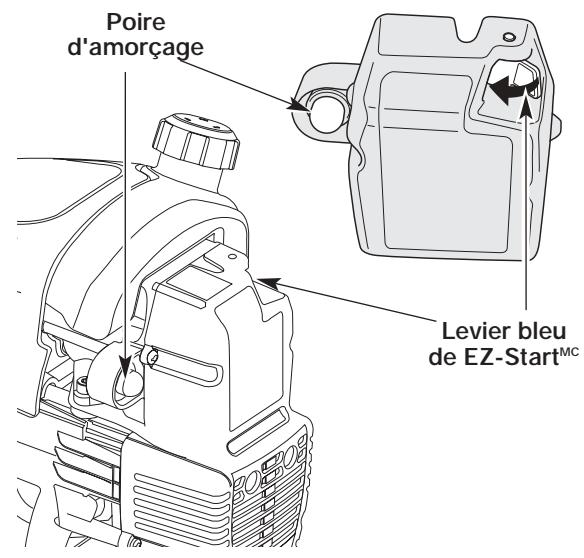

Fig. 17
- Pressez et relâchez la poire d'amorçage à 10 reprises, lentement. Une certaine quantité de carburant devrait être visible dans la poire d'amorçage et les conduites de carburant (Fig. 17). Si vous n'apercevez pas de carburant dans la poire, pressez et relâchez la poire autant de fois que nécessaire jusqu'à ce que vous aperceviez du carburant dans cette dernière.
- Faites pivoter le Levier bleu de EZ -Start^{MC} vers la poire d'amorçage jusqu'à ce qu'il clique et se verrouille en place (Fig. 17).